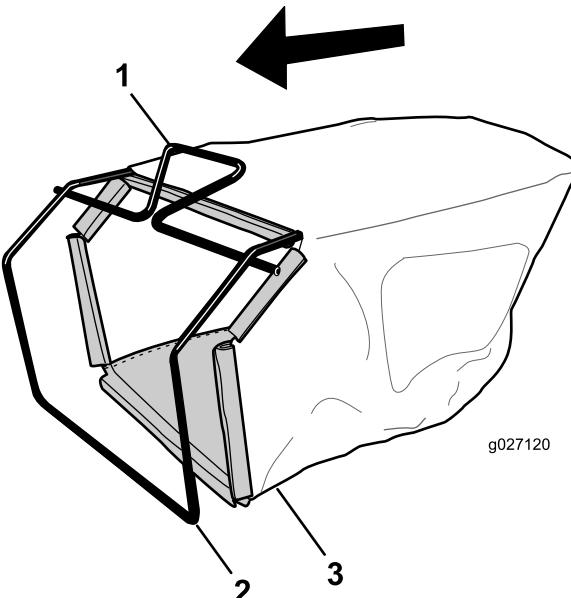

Figura 7
1. Coloque el recogedor sobre el bastidor, según se muestra en la Figura 7.
**Nota:** No coloque el recogedor sobre el manillar (Figura 7).